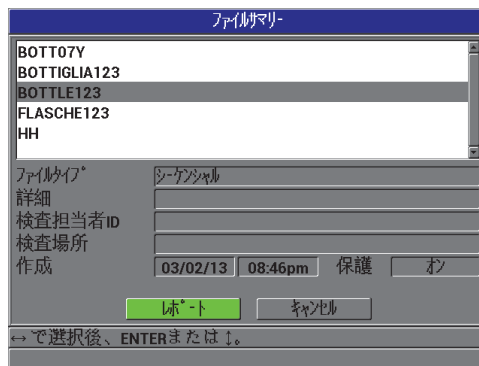

図 7-17 ファイルサマリー画面
4. ファイルサマリー画面で、以下の操作を行います（142 ページ図 7-17 参照）。